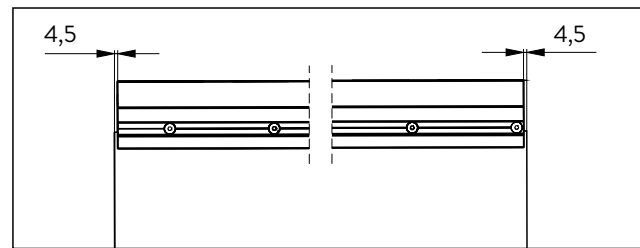

Abb. 19 Die obere Türschiene ausrichten
7. Die obere Türschiene mit einem Abstand von 4,5 mm ausrichten (Abb. 19).
2. Die obere Türschiene mit einem Abstand von 4,5 mm ausrichten (Abb. 19).